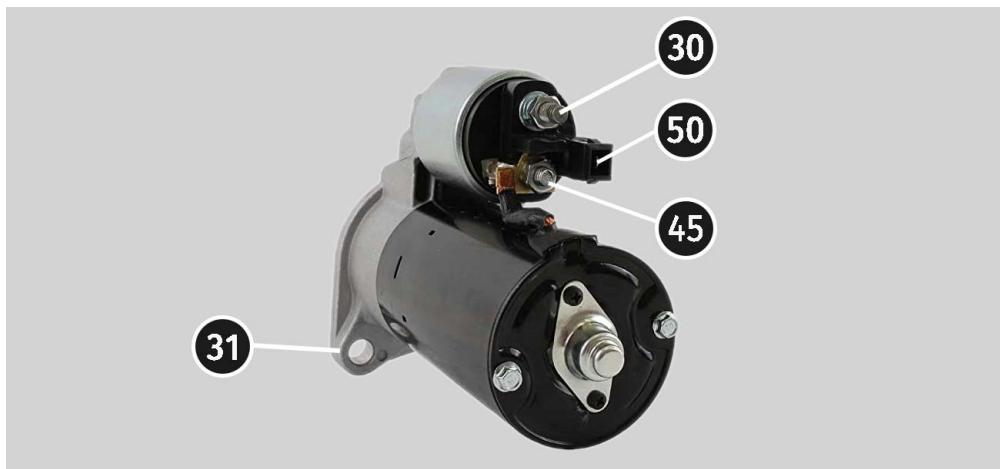

Рисунок 25. Розташування клем на стартері
3. Роз'єм стенда "50" кабелем під'єднайте до керуючого виводу соленоїда стартера клема 50, див. рис. 25.
4. Провода універсального діагностичного кабелю К30 і К45 під'єднайте до відповідних клем стартера, див. рис. 25.